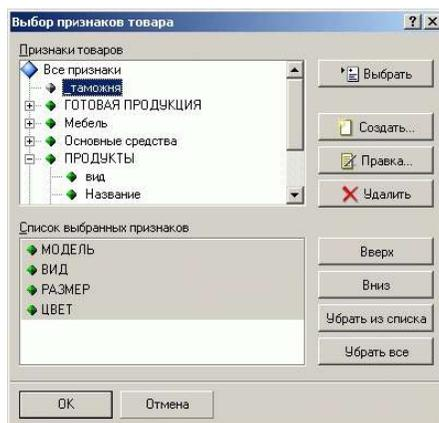

Рис. 2.3. Выбор признаков товара
[Состав...] – переход в окно формирования признаков товаров для данной группы товаров (см. Рис. 2.3).
- ▶ *Признаки* – список признаков группы товаров. Список состоит из названий признаков и их значений, введенных в окне **Выбор признаков товара** (см. Рис. 2.3). Значения признаков могут вводиться не только для группы товаров, но и для конкретных товаров. При определенной настройке значения признаков могут присутствовать в названии товара (см. ниже подраздел “Признаки товаров”).
Для формирования признаков группы товаров или конкретного товара необходимо нажать кнопку [**Состав**] или воспользоваться соответствующим пунктом контекстного меню в функциональном блоке **Признаки** окна описания группы товаров (см. Рис. 2.2) или конкретного товара (см. Рис. 2.8). При этом откроется окно **Выбор признаков товаров** (см. Рис. 2.3).